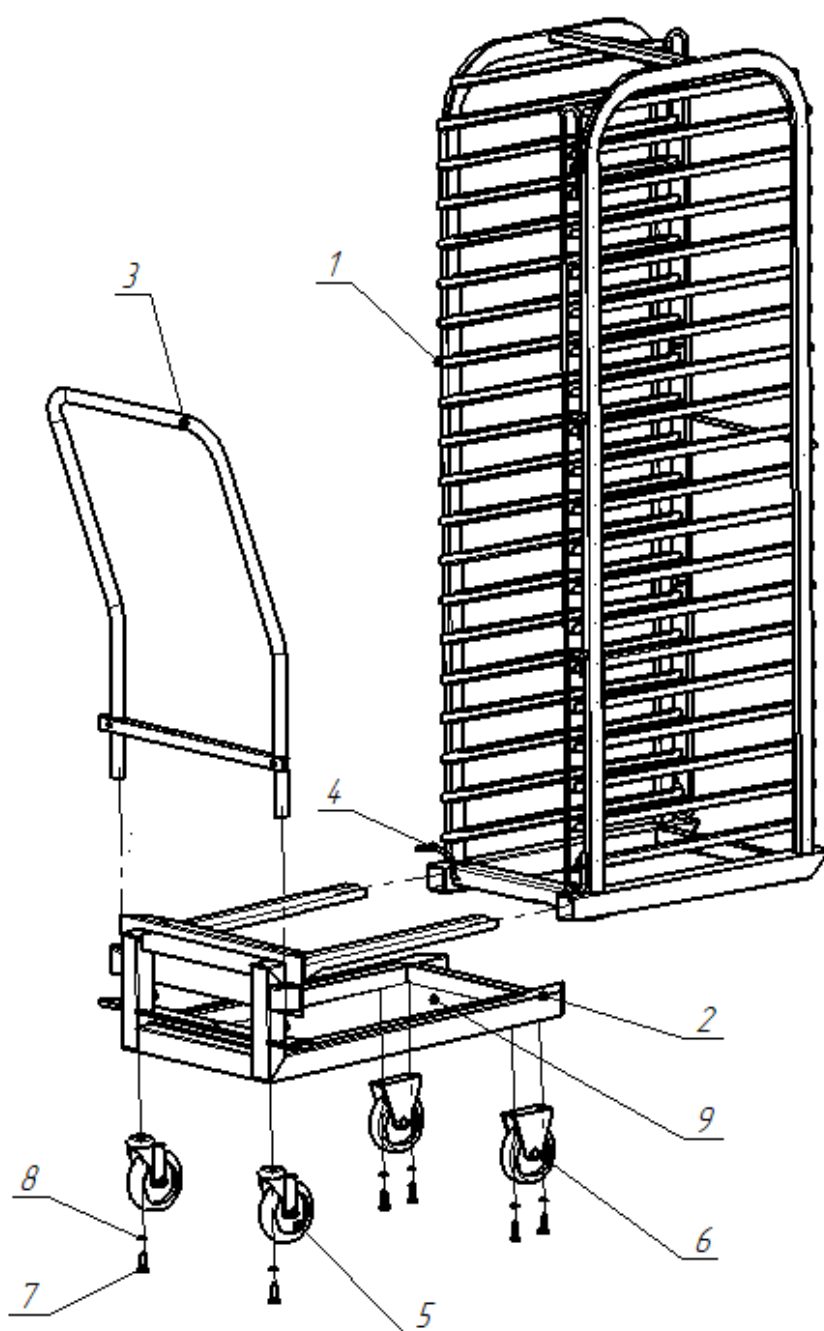

Рис. 1 Эскиз сборки тележки
- вынуть ручку поз.3 (здесь и далее см. рис.1) из основания тележки поз.2;